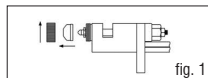

fig. 1
- 5) Svitare la ghiera (Pos.3) e sfilare il cappuccio aria (Pos.1a - 1b)(fig.1)